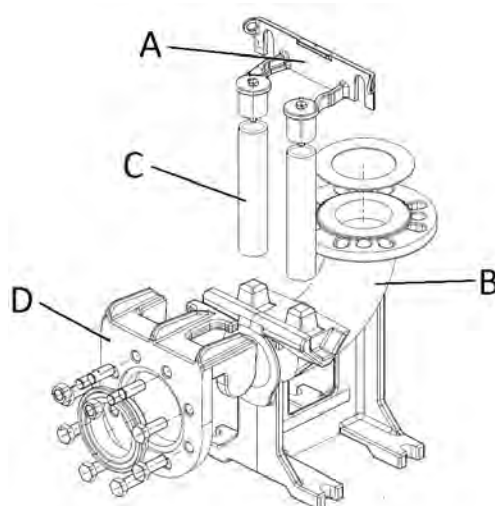

Fig. 5
- Fixați scara de ancorare tuburi (fig. 5 – poz. A) de ghidare la marginea bazinului.
- Plasați pe fundul puțului picioarul de susținere pentru cuplarea automată (fig. 5 – poz. B) și controlați, printr-un fir de plumb, că proiecțiile conice pentru angajarea de tuburi de ghidare sunt perfect perpendiculare pe proiecțiile corespunzătoare ale suportului de ancorare al marginii bazinului. Verificați și platitudinea cu o nivelă cu balon de aer.
- Marcați poziția fantelor de pe picioarul de sprijin, asadar aratați lungimea exactă a tuburilor de ghidare (fig. 5 – poz. C).